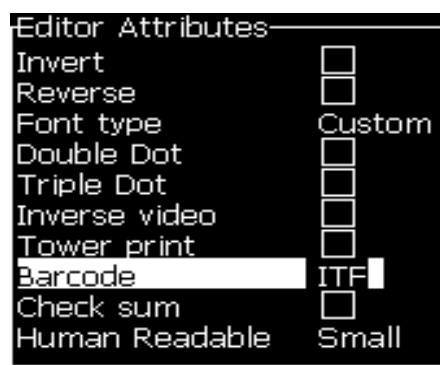

Figura 5-55: Selezionare il tipo di codice a barre
- 2 Premere il tasto *F3* o *ALT + E* e selezionare *In-line Attributes* (attributi incorporati) per aprire la schermata *Editor Attributes* (Figura 5-55).